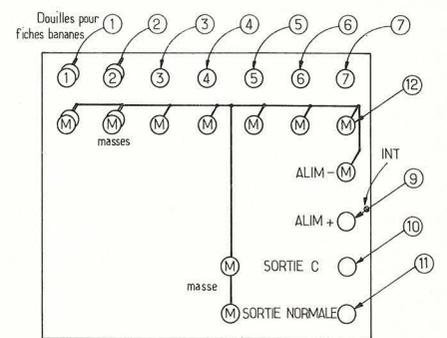

Figure 5
Voici à la figure 5, le plan de la platine verticale, qui servira de panneau avant de l'appareil, fixé mécaniquement à la platine imprimée par des équerres. Le panneau avant de la figure 5 est vu de la face avant, celle accessible à l'utilisateur. De droite à gauche et en haut, on a disposé d'une manière régulière les douilles de branchement des sept sources. Les douilles supérieures correspondent aux points (1) à (7), à relier par fils courts aux points de même désignation de la platine imprimée. Les douilles inférieures sont celles de masse, à relier à la masse point (12) de la platine.
Revenons à la figure 5. L'alimentation se branchera par deux douilles, l'une pour le +, connectée au point (9) de la platine imprimée, l'autre pour le -, connectée sur le panneau à la ligne de masse point (12).
Un interrupteur peut être monté dans le fil de + de l'alimentation, sur le panneau avant, au point INT comme indiqué à la figure 5.